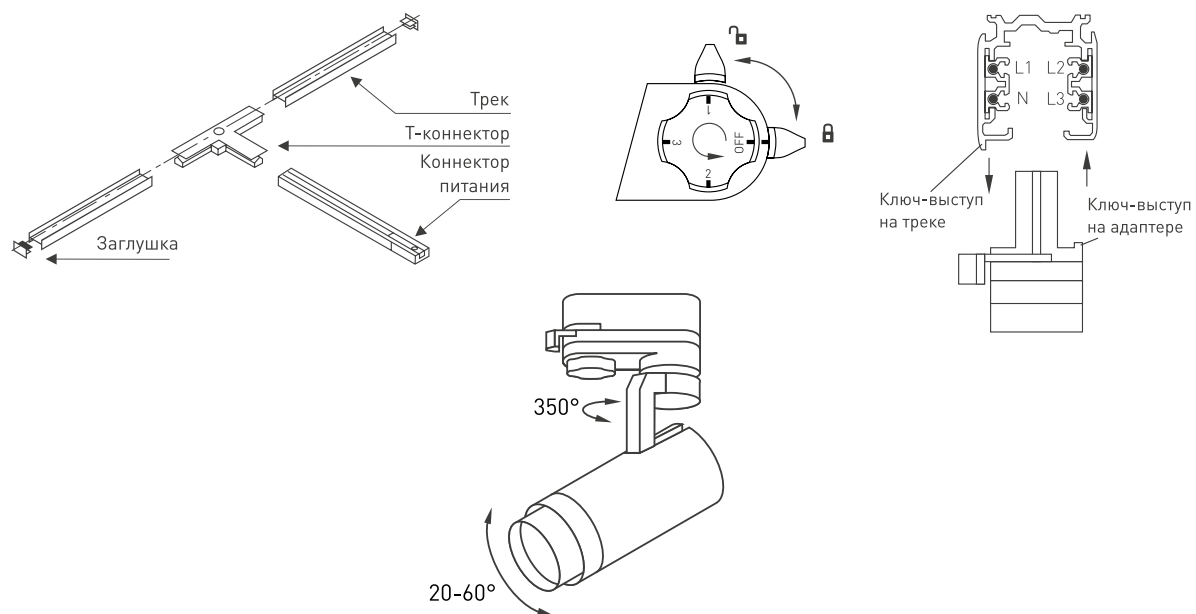

Рисунок 2. Установка светильника в трек
- Вставьте светильник в трек, для чего ориентируйте ключи-выступы на адаптере и на треке, как показано на рис. 2.